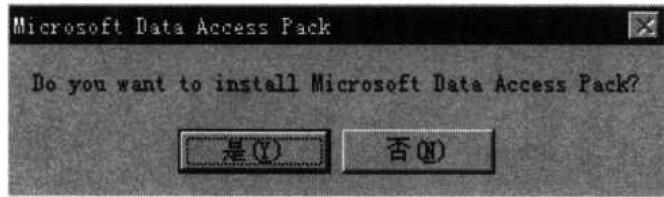

图 1-7 是否装入微软数据访问包
(8) 出现是否装入微软数据访问包询问信息的对话框，如图 1-7 所示，选“是”，便开始安装 ODBC。依次出现如下画面：Microsoft Data Pack 的安装准备、版权信息、安装的设置工作等。选“continue”进入下一步。